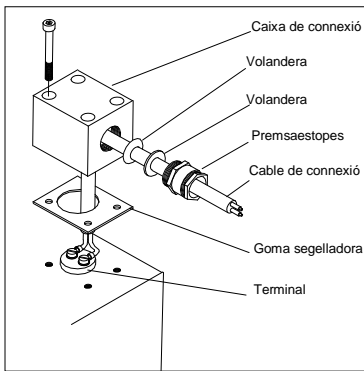

Figura 1
3. Depenent del model, l'electroimant pot incorporar una entrada d'alimentació amb mànega cablejada i premsaestopes, connector MPM, connector d'aire ... o una caixa de connexions amb terminals. En el primer cas, connecti els cables (FIG. 2) a una font d'alimentació de DC (segons s'especifiqui) o al control subministrat. Si l'electroimant es subministra amb terminals, connecti els cables provinents de la font d'alimentació DC o el control subministrat, als terminals (Figura 1)